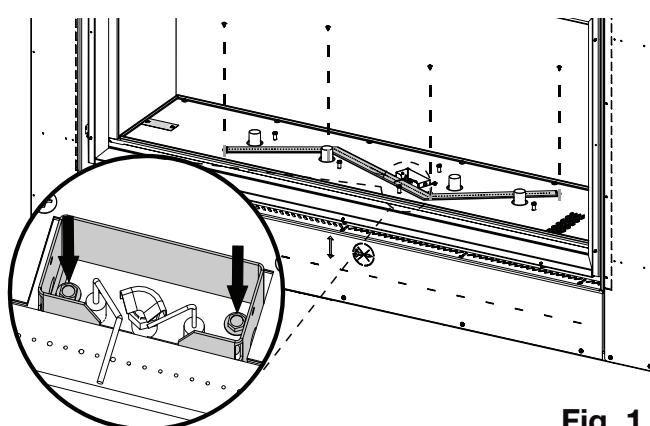

Fig. 1
- H. Désengager la tige de réglage de l'obturateur d'air en la soulevant de l'obturateur d'air sur le Venturi du brûleur principal (Fig. 1). **L'œillet en caoutchouc doit rester en place.**